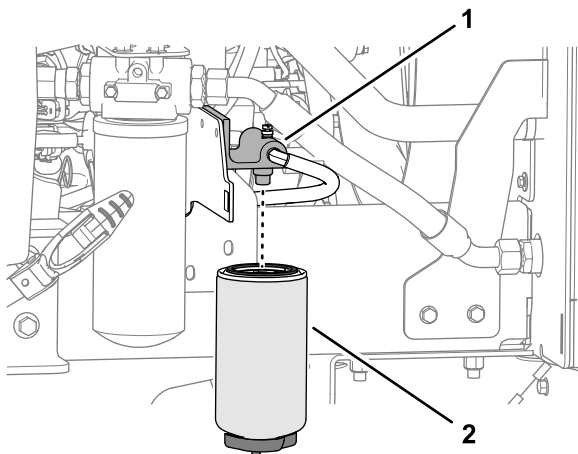

Bild 56
1. Stellen Sie einen sauberen Behälter unter die Kraftstofffilterglocke (**Bild 56**).
3. Reinigen Sie den Bereich um den Kraftstofffilter und den Kraftstofffilterkopf (**Bild 56**).
4. Entfernen Sie die Filterglocke und reinigen Sie den Filterkopf (**Bild 56**).